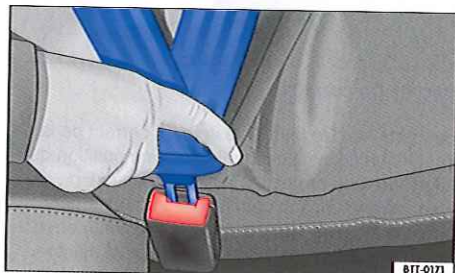

Fig. 78 Insertion du pêne de la ceinture de sécurité dans le boîtier de verrouillage
- Insérez fermement le pêne dans le boîtier de verrouillage du siège correspondant ⇒ fig. 78.